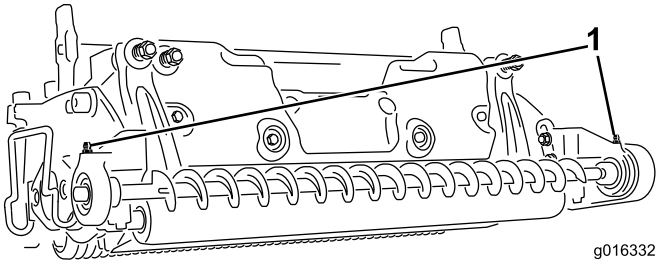

Bild 24
2. Wischen Sie die Schmiernippel ab, um das Eindringen von Fremdkörpern in die Lager und Büchsen zu vermeiden, siehe Bild 24.